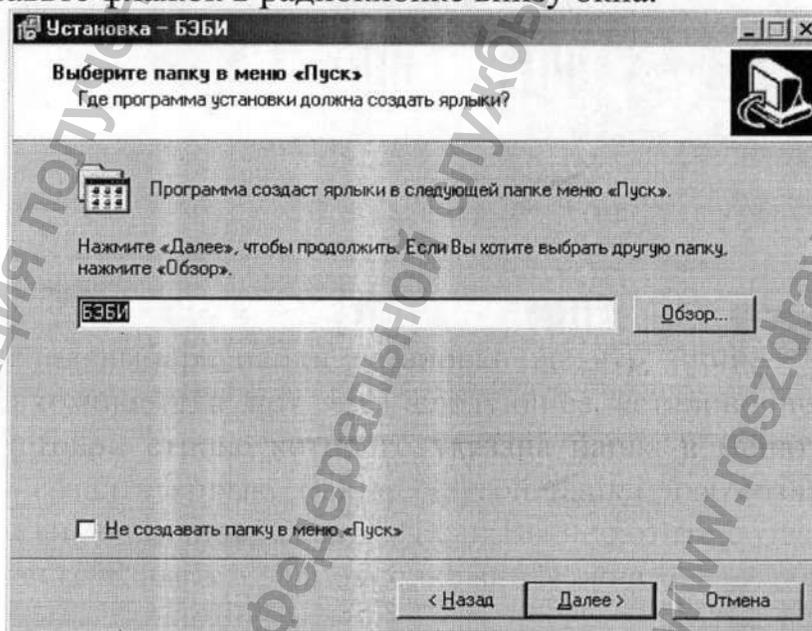

Рисунок 21
11) После завершения выбора папки установки нажать кнопку "Далее". При этом на экране компьютера появится следующее установочное окно (см. рисунок 21), в текстовой строке которого указана папка в меню "Пуск", где программа должна создать ярлык. Выбор другой папки для создания ярлыка производится с помощью кнопки "Обзор". Если Вы не хотите создавать папку в меню "Пуск", поставьте флажок в радиокнопке внизу окна.